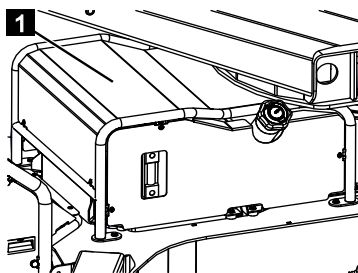

Fig. 239
11. Revisser le capot (Fig.239/1).